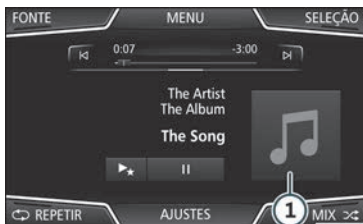

Fig. 151 Menu principal MEDIA.
Ao pressionar sobre a capa atual >>> **Fig. 151** ① exibem-se todas as capas dos álbuns disponíveis na fonte de Média ativa >>> **Fig. 152.**
- Pressione no menu principal **MEDIA** o botão de função **(SELEÇÃO)** >>> **Fig. 151** para abrir a lista de faixas. A faixa que está a ser repro-